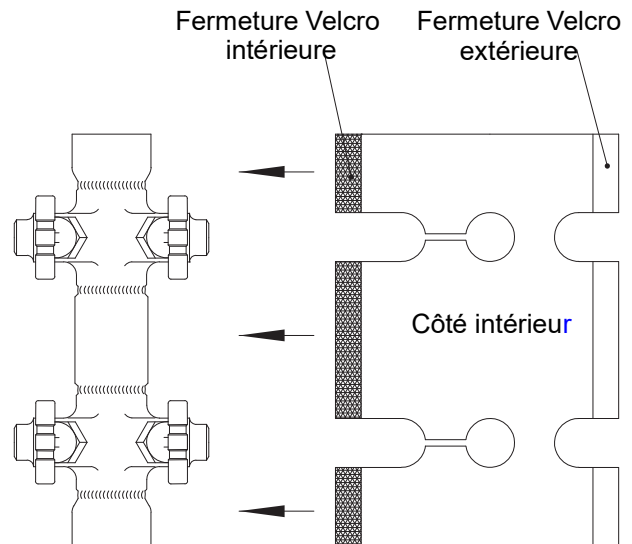
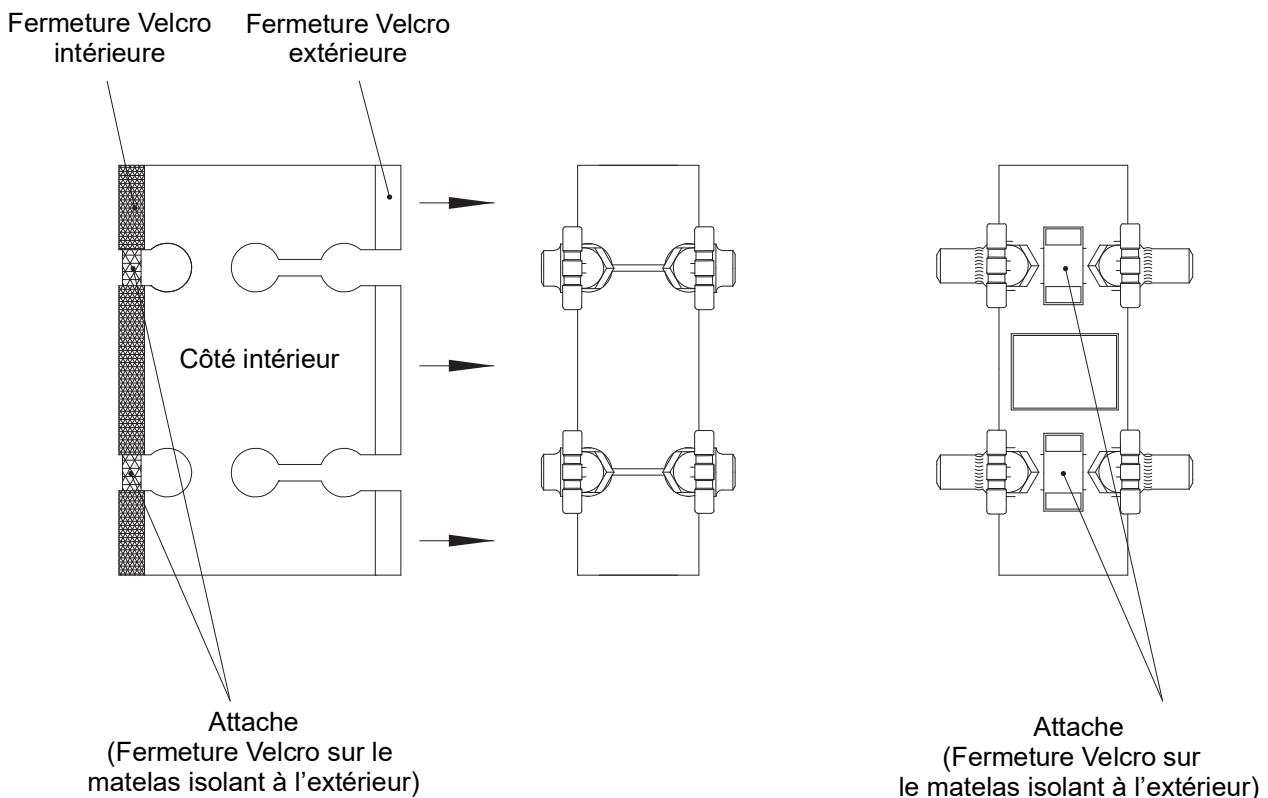

Fig. 6: Calorifugeage de base
Fig. 7: Matelas isolant
- Insérer le calorifugeage de base (Fig. 6) entre le corps (pos. 1) et la construction de support, la clarinette CODI® étant déjà fixée à la construction de support.
- Poser les côtés du calorifugeage de base autour du corps (pos. 1).
- Insérer le matelas isolant (Fig. 7) entre la construction de support et la clarinette CODI® pourvue du calorifugeage de base.
- Poser les côtés du matelas isolant autour du corps (pos. 1) avec le calorifugeage.